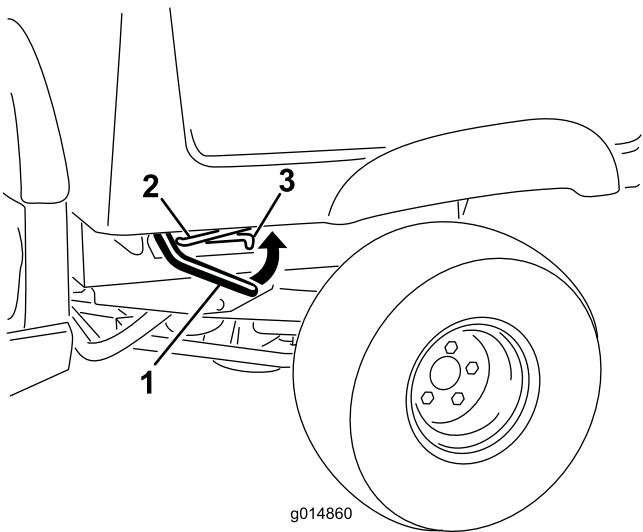

Рисунок 10
1. Поднимите один из рычагов защелок, которые находятся с обеих сторон машины рядом с передними углами грузового кузова, и поднимите кузов (Рисунок 10).
2. Закрепите грузовой кузов, вставив опорную стойку в заднее фиксированное положение в конце паза, находящегося в левой раме машины (Рисунок 10).
1. Немного приподнимите грузовой кузов, нажав вверх на рычаг заплечки (Рисунок 10).
2. Вытяните опорную стойку из паза с фиксацией (Рисунок 10).
3. Опустите кузов, чтобы он надежно зафиксировался защелками (Рисунок 10).